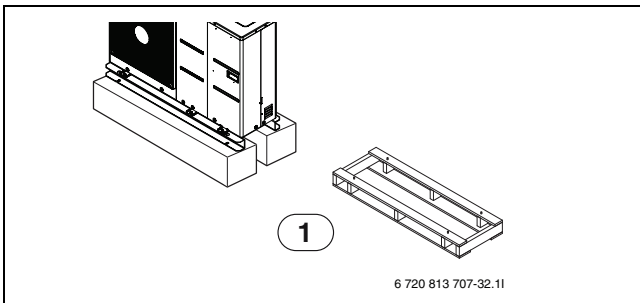

Fig. 8
- Fjern pallen (Wood Support) (→ fig. 8) nederst på enhedens bundpanel, inden bolten fastgøres. Den kan udløse den ustabile tilstand på enhedens afregning, og kan forårsage frysning af varmeveksleren, hvilket resulterer i unormal drift.
- Fjern pallen (Wood Support) (→ fig. 8) nederst på enhedens bundpanel, inden svejsning. Hvis pallen (Wood Support) ikke fjernes, er der højrisiko for brand under svejsning.